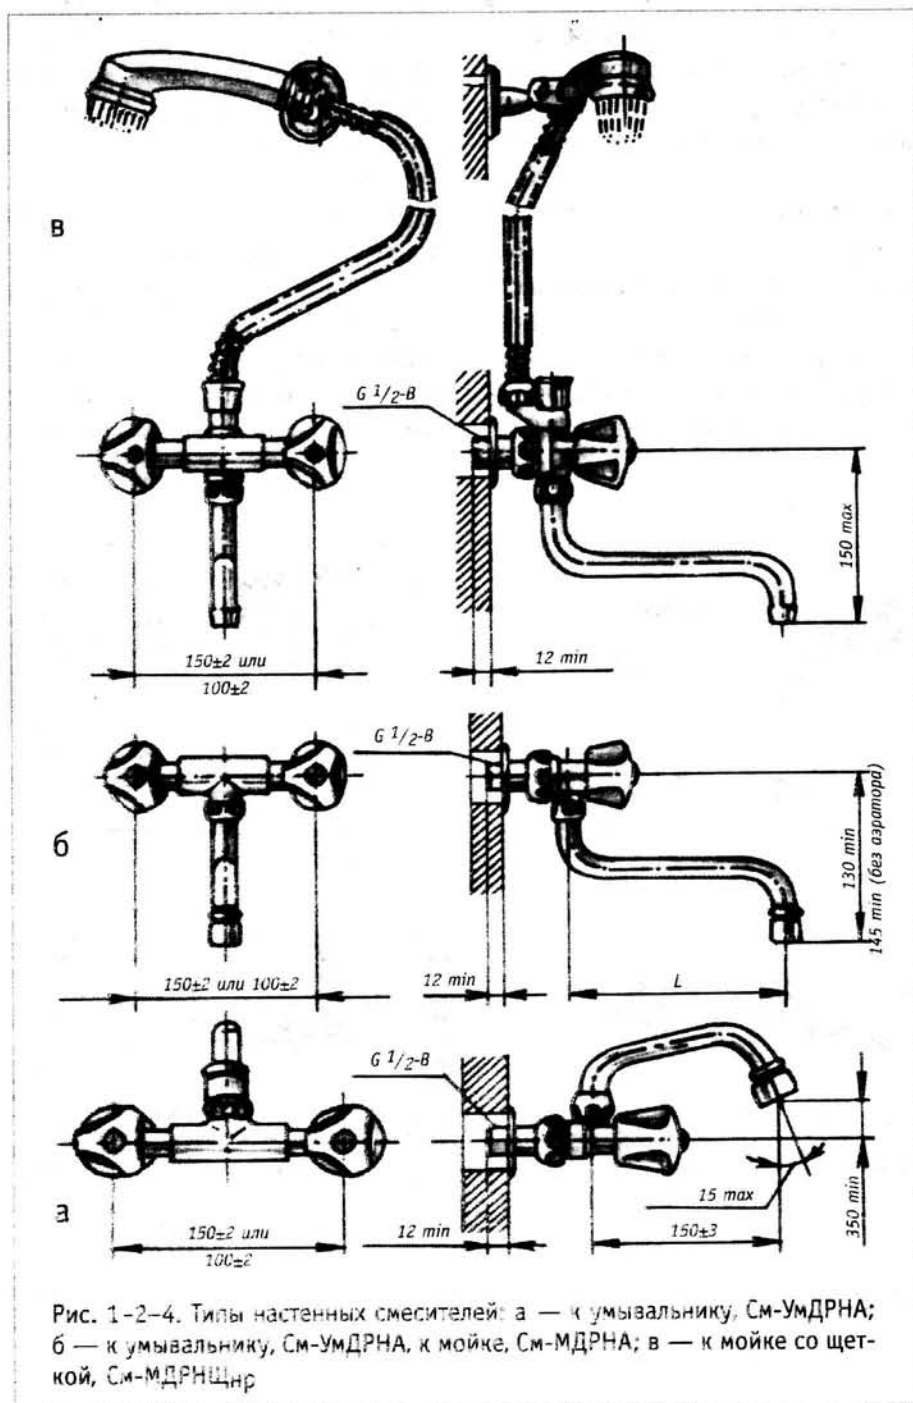

Рис. 1-2-4. Типы настенных смесителей: а — к умывальнику, См-УмДРНА; б — к умывальнику, См-УмДРНА, к мойке, См-МДРНА; в — к мойке со щеткой, См-МДРНЩнр
4. Смеситель для умывальника двухрукояточный, с подводками в отдельных отверстиях, настенный, излив с аэратором. Тип: См-УмДРНА (рис. 1-2-4а). Смесители отечественного производства бывают с нижним расположением излива (рис. 1-2-4б) и с верхним расположением излива на фарфо-
вполне применимы и для моек, при типе См-МДРНА. Щетка на гибком шланге (рис. 1-2-4в) дополняет удобства на мойке, тип См-МДРНЩнр.